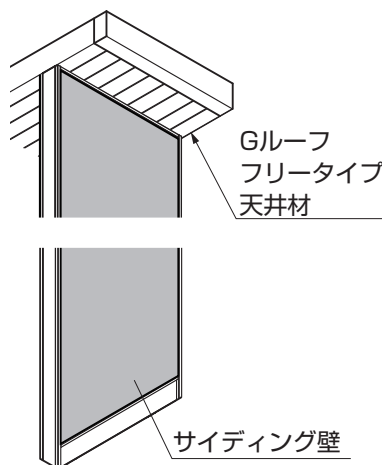

図1-5
- 図1-5のような納まりの場合、「Gルーフ フリータイプ 天井材」取付け後サイディング壁の取付けを行なってください。その際サイディング壁取付けまでは基礎の打設を行わず柱元仮固定で「Gルーフ フリータイプ 天井材 (E257)」の取付けを行なってください。(表1-3参照)